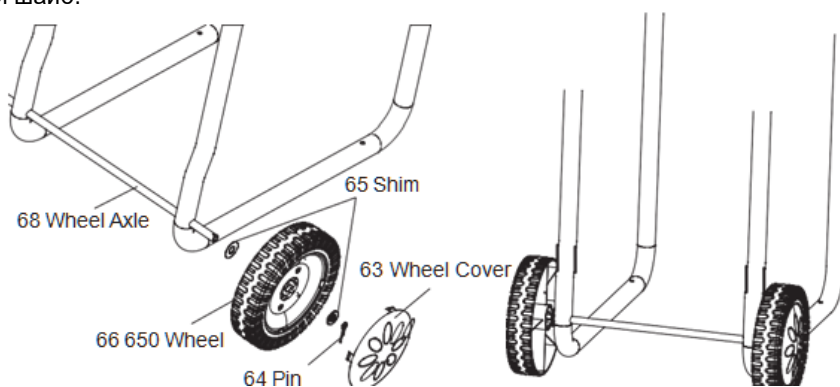

Рис. 1
- 2) Установите колёса и крышки колёс по обеим сторонам колёсной оси как показано на Рис. 1. Закрепите их с помощью болтов и шайб.